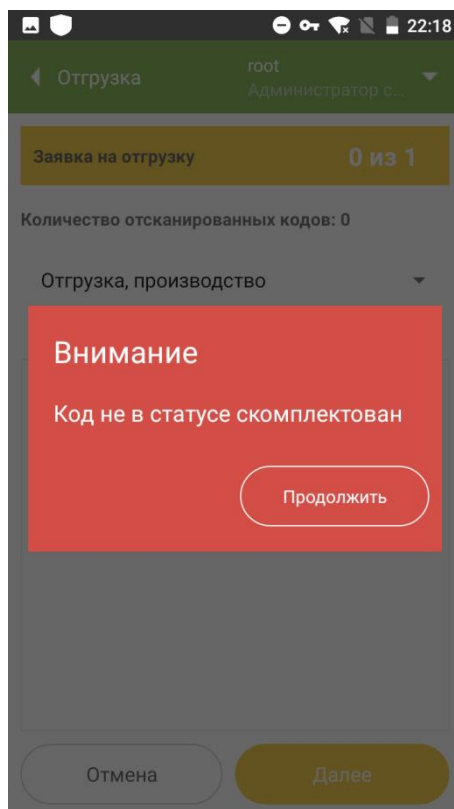

Рисунок 8.12
- 2.2.2. Если отсканированного кода нет в комплектации, указанной при формировании сопроводительного документа, появится сообщение об ошибке (Рисунок 8.12). Нажать кнопку «Продолжить». Перейти на шаг 2.2.